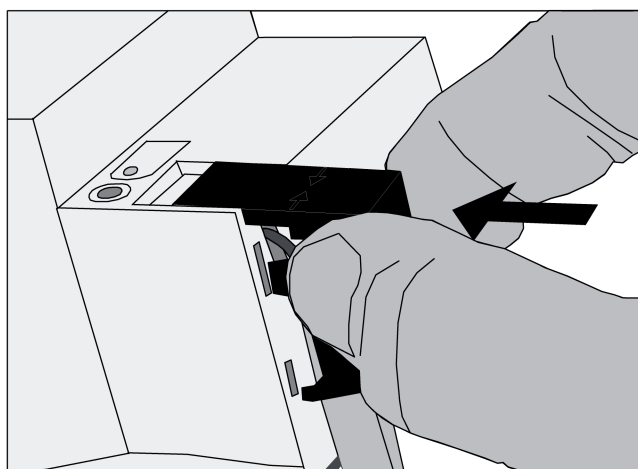

Рисунок 5: Установка защитной крышки
- Вставить защитную крышку поверх клеммы шины и зафиксировать со щелчком (рисунок 5).